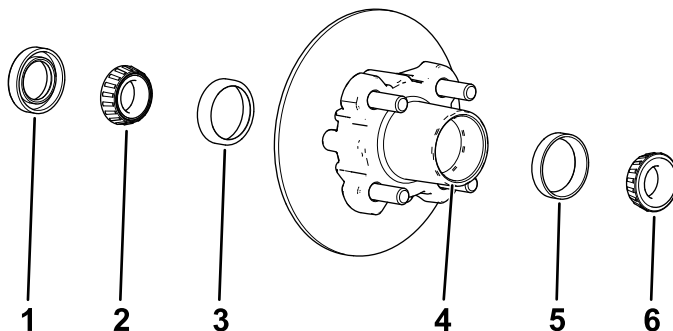

Figure 38
1. Déposez le roulement extérieur et la bague de roulement du moyeu (Figure 38).
2. Déposez le joint et le roulement intérieur du moyeu (Figure 38).
5. Éliminez la graisse, la saleté et les débris déposés à l'intérieur de la cavité du moyeu (Figure 38).
7. Remplissez la cavité du moyeu de 50 à 80 % environ avec la graisse spécifiée (Figure 38).
8. Assemblez le roulement intérieur sur la bague sur le côté intérieur du moyeu et montez le joint (Figure 38).